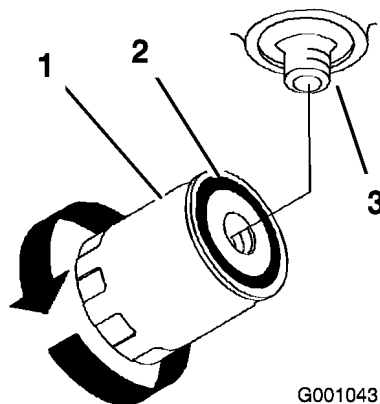

Figura 54
4. Aplique una capa fina de aceite hidráulico a la junta de goma sobre el filtro nuevo (Figura 54).
6. Llene el depósito de aceite hidráulico con aceite hidráulico hasta que éste rebose por encima del filtro, gire el filtro en el sentido de las agujas del reloj hasta que la junta de goma entre en contacto con el adaptador del filtro, luego apriete el filtro media vuelta más (Figura 54).